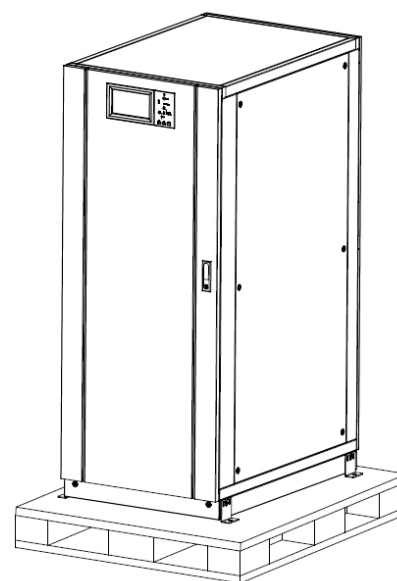

Fig. 24. Retirada de las espumas de protección
- En las Fig. 24 a Fig. 26 se representan a modo de ejemplo las ilustraciones correspondientes al armario de 6 slots.